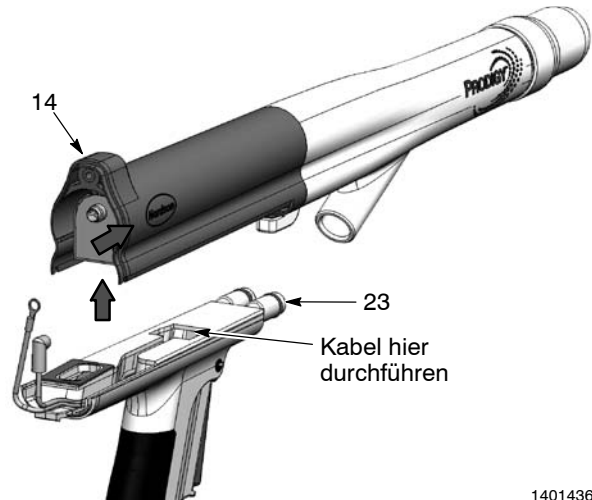

Abb. 13 Pistolengehäuse vom Griff trennen
9. Siehe Abbildung 13. Das hintere Ende des Pistolengehäuses (14) anheben, um die Verastung mit dem Griff zu lösen, dann das Gehäuse nach vorn schieben, um es vom Griff (23) zu trennen.